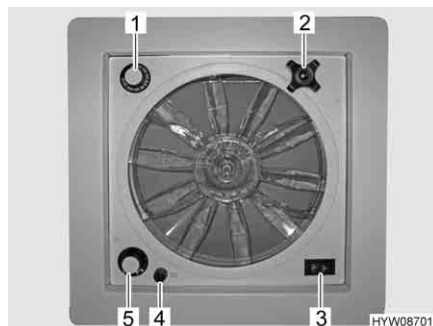

Fig. 39 Oblò con ventilatore
- Un fusibile da 4 A (Fig. 39,4) protegge da sovraccarico il motore del ventilatore. Se si verifica un sovraccarico: Individuare per prima cosa la causa (ad es. il ventilatore è sporco), poi sostituire il fusibile.
| Apertura oblò: | ■ Ruotare la maniglia girevole (Fig. 39,2), finché non si raggiunge l'angolo di apertura desiderato. |
| Aerazione/sfiato: | ■ Portare l'interruttore a levetta (Fig. 39,3) su "Aerazione" (flusso d'aria dall'esterno verso l'interno) o "Sfiato" (flusso d'aria dall'interno verso l'esterno). |
| Spegnimento del ventilatore: | ■ Portare l'interruttore a levetta (Fig. 39,3) sulla posizione centrale. |
| Impostazione della velocità del ventilatore: | ■ Posizionare l'interruttore girevole (Fig. 39,5) sul grado desiderato:
| Impostazione della temperatura: | ■ Ruotare il termostato (Fig. 39,1) fino alla battuta in direzione "blu".